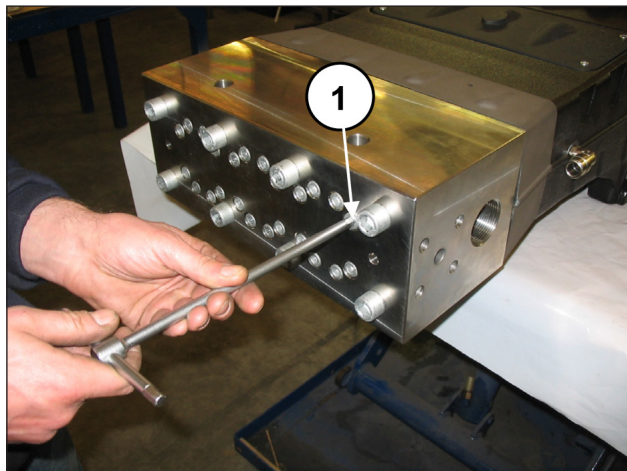
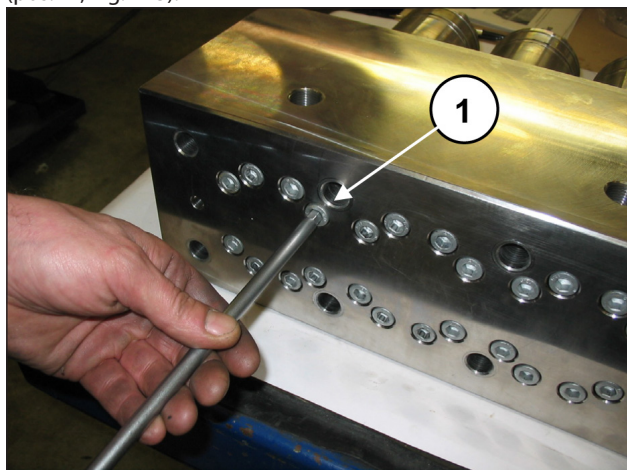
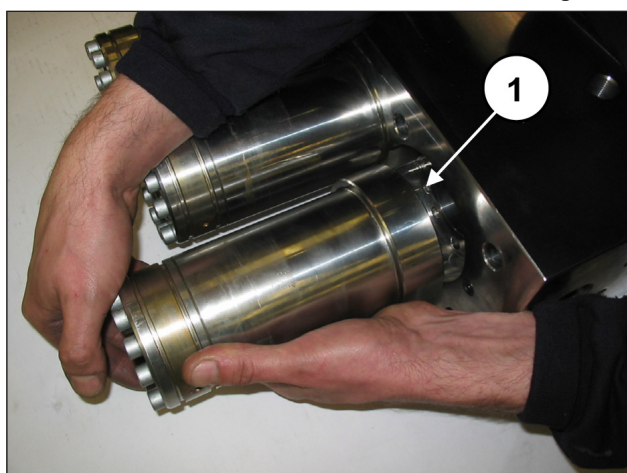

Fig. 106
Fig. 112
Fig. 113
Afrouxe, sem remover, os parafusos M10x140 de fixação das camisas no cabeçote (pos. ①, Fig. 106), de modo a ficarem livres.
Remova os parafusos M10x140 de fixação das camisas no cabeçote (pos. ①, Fig. 112) e extraia os grupos das camisas (pos. ①, Fig. 113).
Separe o cabeçote e o espaçador para camisas do cárter da bomba, conforme indicado no parág. 2.2.1 (da Fig. 106 a Fig. 113).